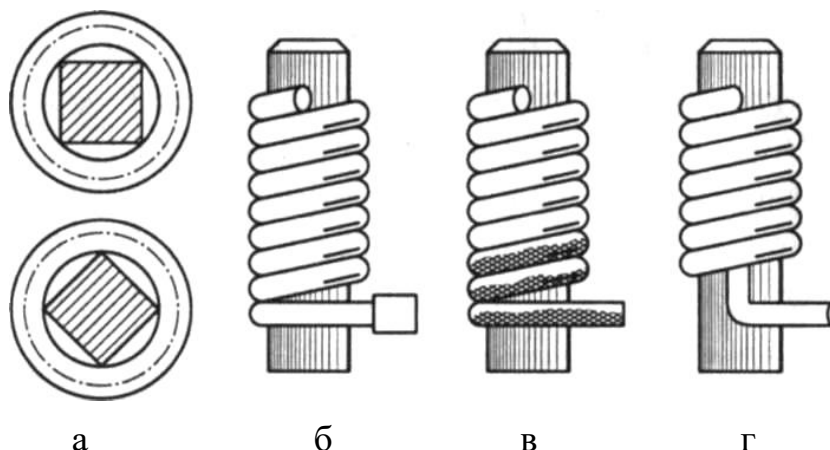

Рис. 4. Соединения монтажных проводов
4. Определите тип соединения монтажных проводов, показанных на рис.4